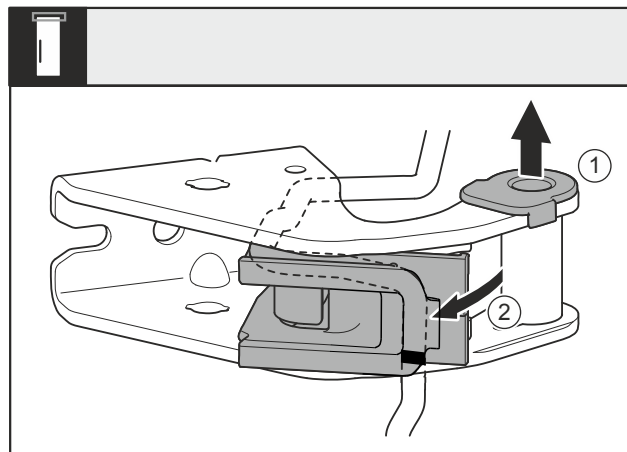

Fig. 26
- Extraiga el casquillo del cojinete Fig. 26 (1) de la guía.
- Gire el portacables Fig. 26 (2) hacia fuera.